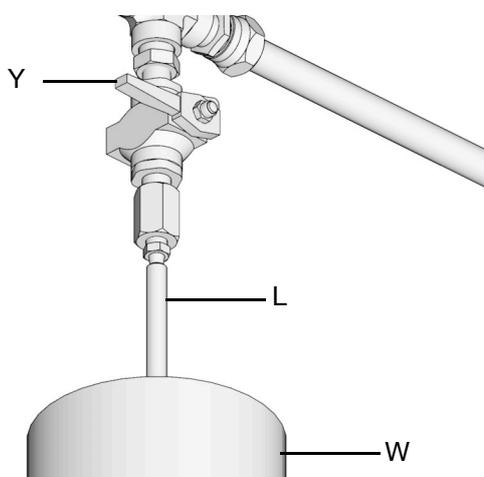

FIG. 30
- Pour relâcher la pression entre la pompe de remplissage (F) et le mécanisme d'arrêt du remplissage automatique (B), ouvrir la vanne de décompression du flexible d'alimentation (Y) (FIG. 30). La pression est relâchée et l'excès de fluide est évacué par le tube de vidange (L) et dans le récipient de débordement (W).